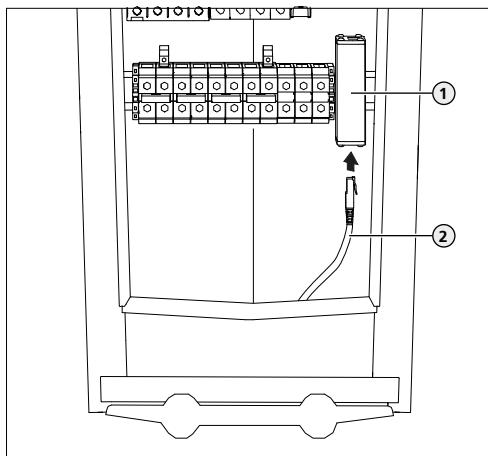

Fig. 17: Connessione Ethernet
- ➔ "Fig. 17: Connessione Ethernet"